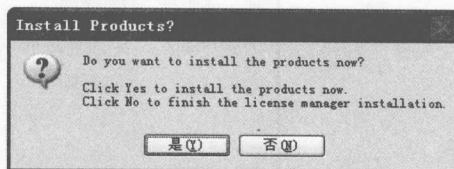

图1-13 询问安装产品
(9) 出现询问是否安装产品信息提示，如图 1-13 所示。